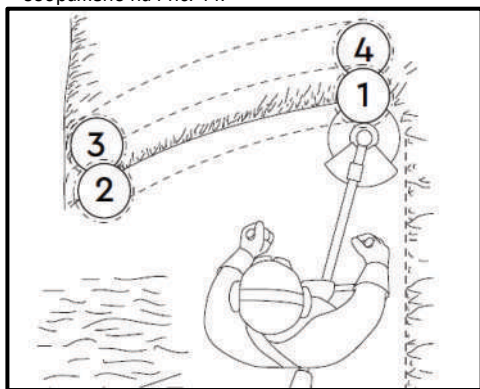

Рис. 44
- При скошуванні трави на ділянці, вільній від перешкод, ведіть ріжучий елемент в напрямку, як зображено на Рис. 44.